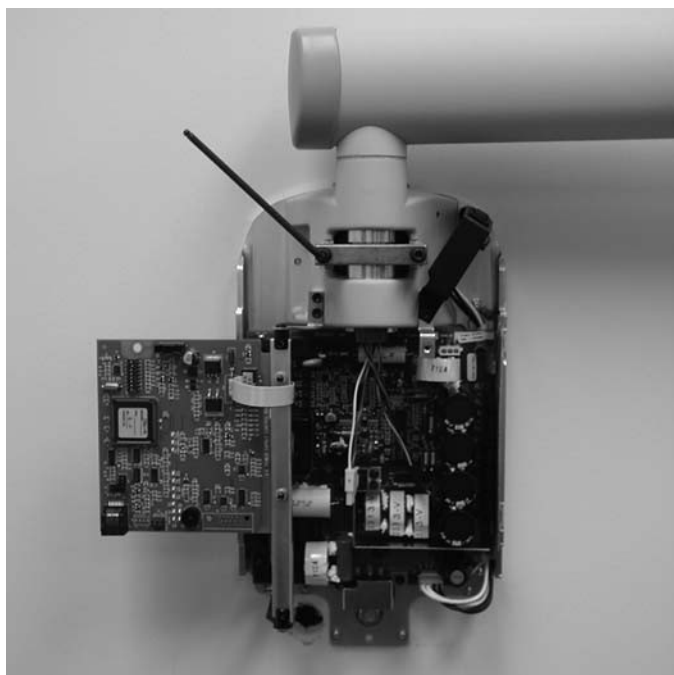

Рисунок 27
2. При помощи гаечного ключа Allen 4 мм, как показано на Рисунок 27, затяните винты равномерно для получения адекватного торможения вращающейся стойки, так чтобы горизонтальное плечо повторяло движение за подвижным плечом.